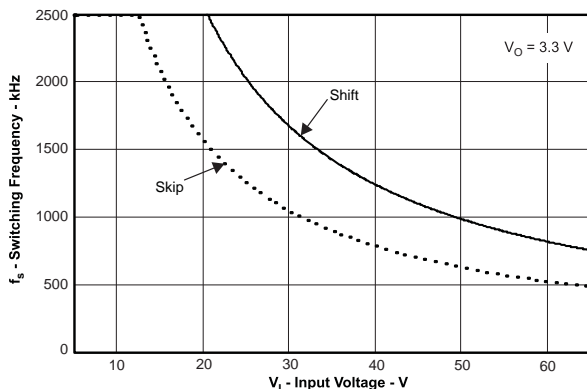

図 42. 最大スイッチング周波数 対 入力電圧
図42では、実線が周波数シフトに関する標準の安全動作領域を示し、出力電圧は0Vと仮定し、インダクタの抵抗が0.1Ω、FETのオン抵抗が0.2Ω、ダイオードの電圧降下が0.5Vです。点線は、パルスのスキップを避けるための最大スイッチング周波数です。これらの式をスプレッドシートまたは他のソフトウェアに入力するか、またはSwitcherPro設計ソフトウェアを使用してスイッチング周波数を決定します。
TPS54160Aでの標準の最小オン時間 t_{onmin} は130nsです。この例では、出力電圧が3.3Vで最大入力電圧が18Vであるため、式 (12) でインダクタ抵抗、オン抵抗、およびダイオード電圧を含めると、最大1600kHzのスイッチング周波数を設定できます。設計で短絡発生時に過電流暴走が問題とならないようにするには、式 (13) または図42の実線の曲線を使用して最大スイッチング周波数を決定します。18Vから少し余裕を見て最大入力電圧を20Vとし、ダイオード電圧を0.5V、インダクタ抵抗を100m Ω 、スイッチ抵抗を200m Ω 、電流制限値を2.7Aと仮定すると、最大スイッチング周波数は約2500kHzとなります。